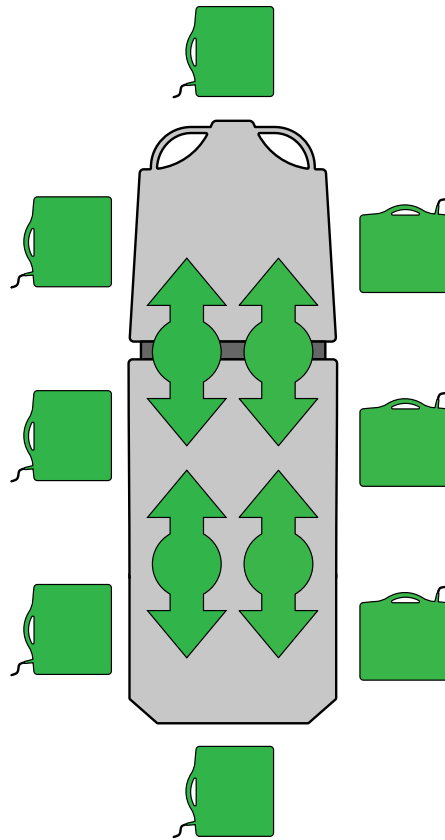

Figure 21 – Insertion ou retrait des cassettes radiographiques
1. Centrer le patient sur le produit en utilisant les étiquettes d'indication de position situées sur les quatre côtés du produit (Figure 21).